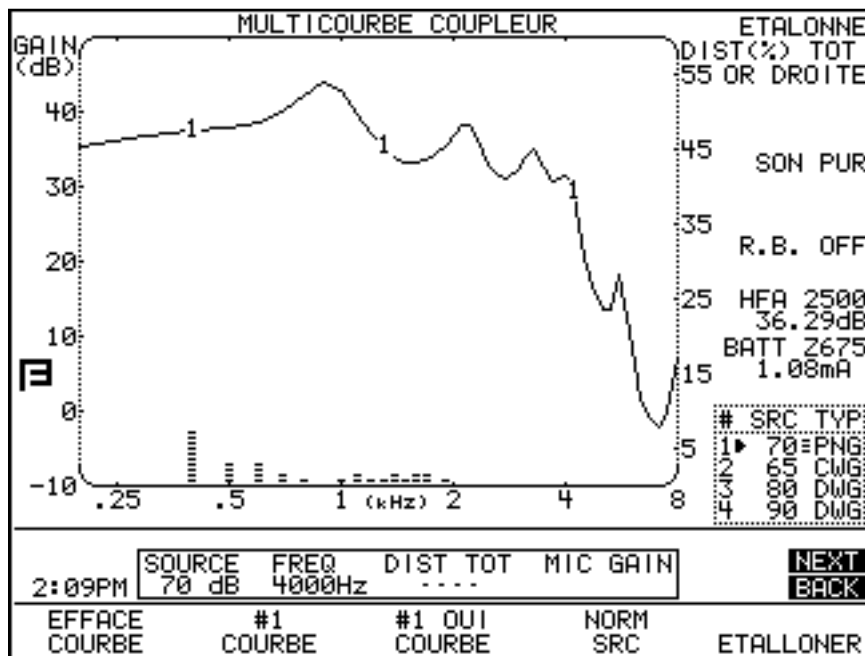

Figure 3.2.5—Mesure de distorsion d'intermodulation
13. Appuyer sur [START/STOP] à nouveau pour exécuter le balayage de distorsion IM. Le test s'arrêtera automatiquement une fois terminé. Voir figure 3.2.5.